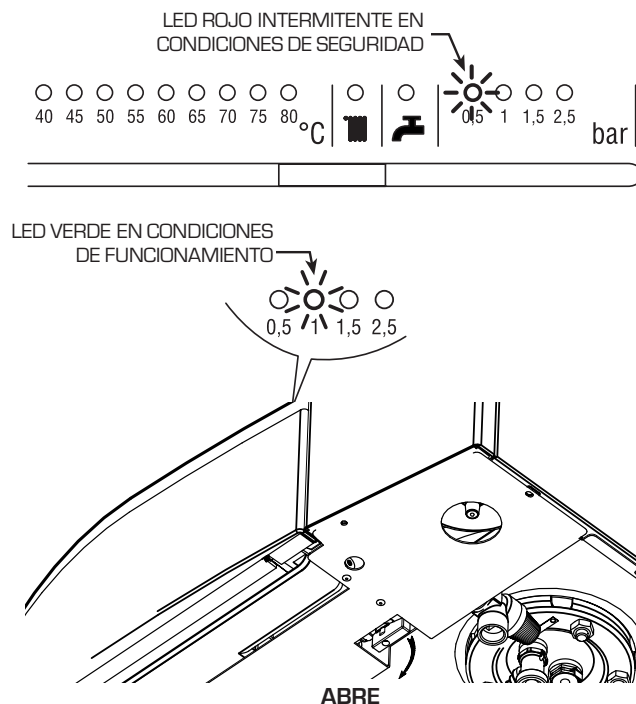

Fig. 4
- Insuficiencia de la presión agua (fig. 4).